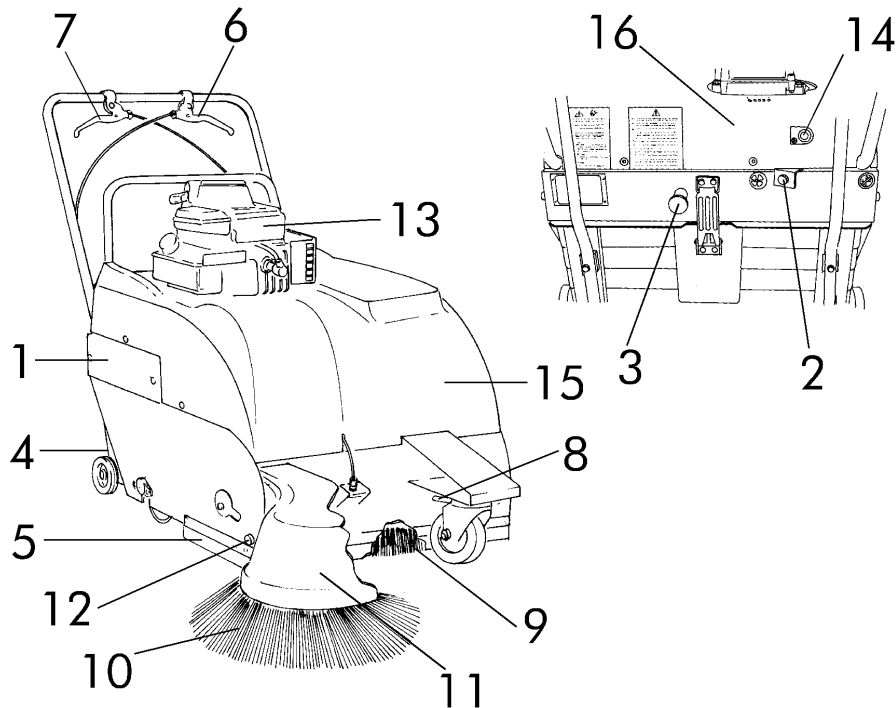

fig. 6A
El cepillo central (9 fig. 6A / B) es el componente principal que recoge los residuos en el contenedor de desechos (4 fig. 6A / B). Esto se puede utilizar con diferentes tipos de cepillos dependiendo del trabajo requerido. Dependiendo del nivel de desgaste del cepillo, la posición del cepillo debe estar regulada (consulte el párrafo mantenimiento general).
El cepillo central está ubicado en la cámara de succión debajo de los faldones (5 fig. 6A / B) que también tiene la función de mantener la máquina en el suelo. Por eso es importante mantener el buen estado del cepillo.
El cepillo lateral (10 fig. 6A / B) es el componente que barre los residuos laterales para que el cepillo central los recoja.
Los filtros permiten que la máquina recoja partículas de polvo (hasta 5μ) y ayuda a evitar que el polvo se escape del panel (1 fig.6A / B). Para detener la succión, debe cambiar el comando a esta posición
El depósito de residuos (4 fig. 6A/B) tiene la función de mantener todos los residuos recogidos por el cepillo central.
La palanca de comando del faldón de elevación (7 fig. 6A / B) levantará el faldón trasero de la cámara de succión, dando acceso al cepillo central para desechos más grandes.
El freno (8 fig.6A / B), en la rueda trasera pivotante, se aplica con el pie para detener la máquina en cualquier inclinación.
Tirando del pomo de comando hacia Usted (3 fig. 6A / B) y soltando rápidamente, el filtro vibra y el polvo se sacude de la superficie hacia el depósito de desechos.
- Suelte la palanca delantera (6 fig. 6A)
- Presione el botón STOP (14 fig. 6A), seguido de,  para apagar el motor.
- a) Riesgo de abrasión en las extremidades al entrar en contacto con el cepillo lateral (10 fig.6A / B) o con el cepillo central (9 fig.6A / B) en rotación. Las escobillas solo pueden tocarse cuando ha dejado de girar por completo y usan guantes de protección para no dañar las manos con la suciedad que se encuentra en las fibras del cepillo.
- b) Riesgo de inhalar sustancias nocivas o abrasiones en las manos y los ojos durante el vaciado del tanque de residuos (4 fig. 6A / B) asegúrese de usar guantes protectores, gafas y máscaras para proteger los pulmones.
- b) Riesgo de quemaduras de primer grado mientras trabaja en el motor (13 fig.6A) cuando está encendido o apagado y no completamente frío.